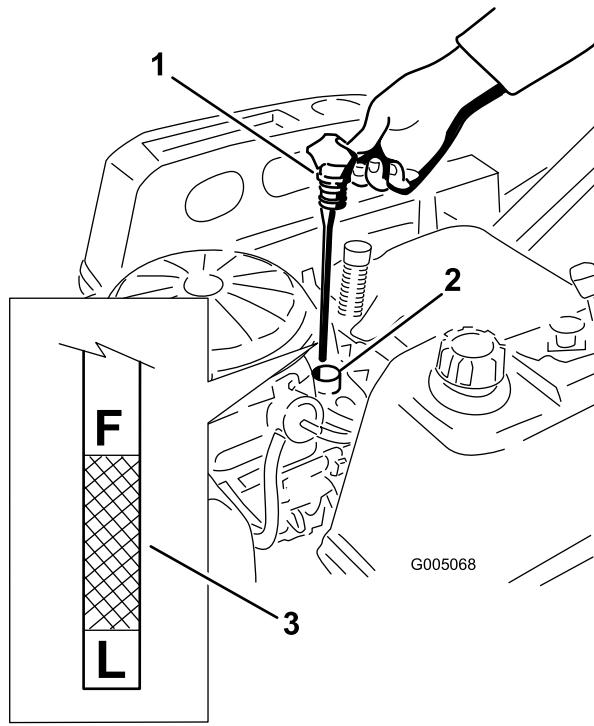

Figura 27
4. Retire el tapón de llenado/varilla de aceite y límpielo. Vuelva a colocar la varilla y empuje firmemente para asentárla en su lugar (Figura 27).
5. Retire la varilla y compruebe el nivel de aceite. (Figura 27).
- Gire la válvula de vaciado 1/4 de vuelta en el sentido contrario a las agujas del reloj para abrirla y dejar que el aceite se drene (Figura 29). Retire el tapón de llenado/varilla (Figura 27).
- Vierta lentamente un 80% aproximadamente de la cantidad especificada de aceite por el tubo de llenado (Figura 27).
- Coloque firmemente el tapón de llenado/varilla (Figura 27).
- Compruebe el nivel de aceite (Figura 27); consulte Verificación del nivel de aceite.